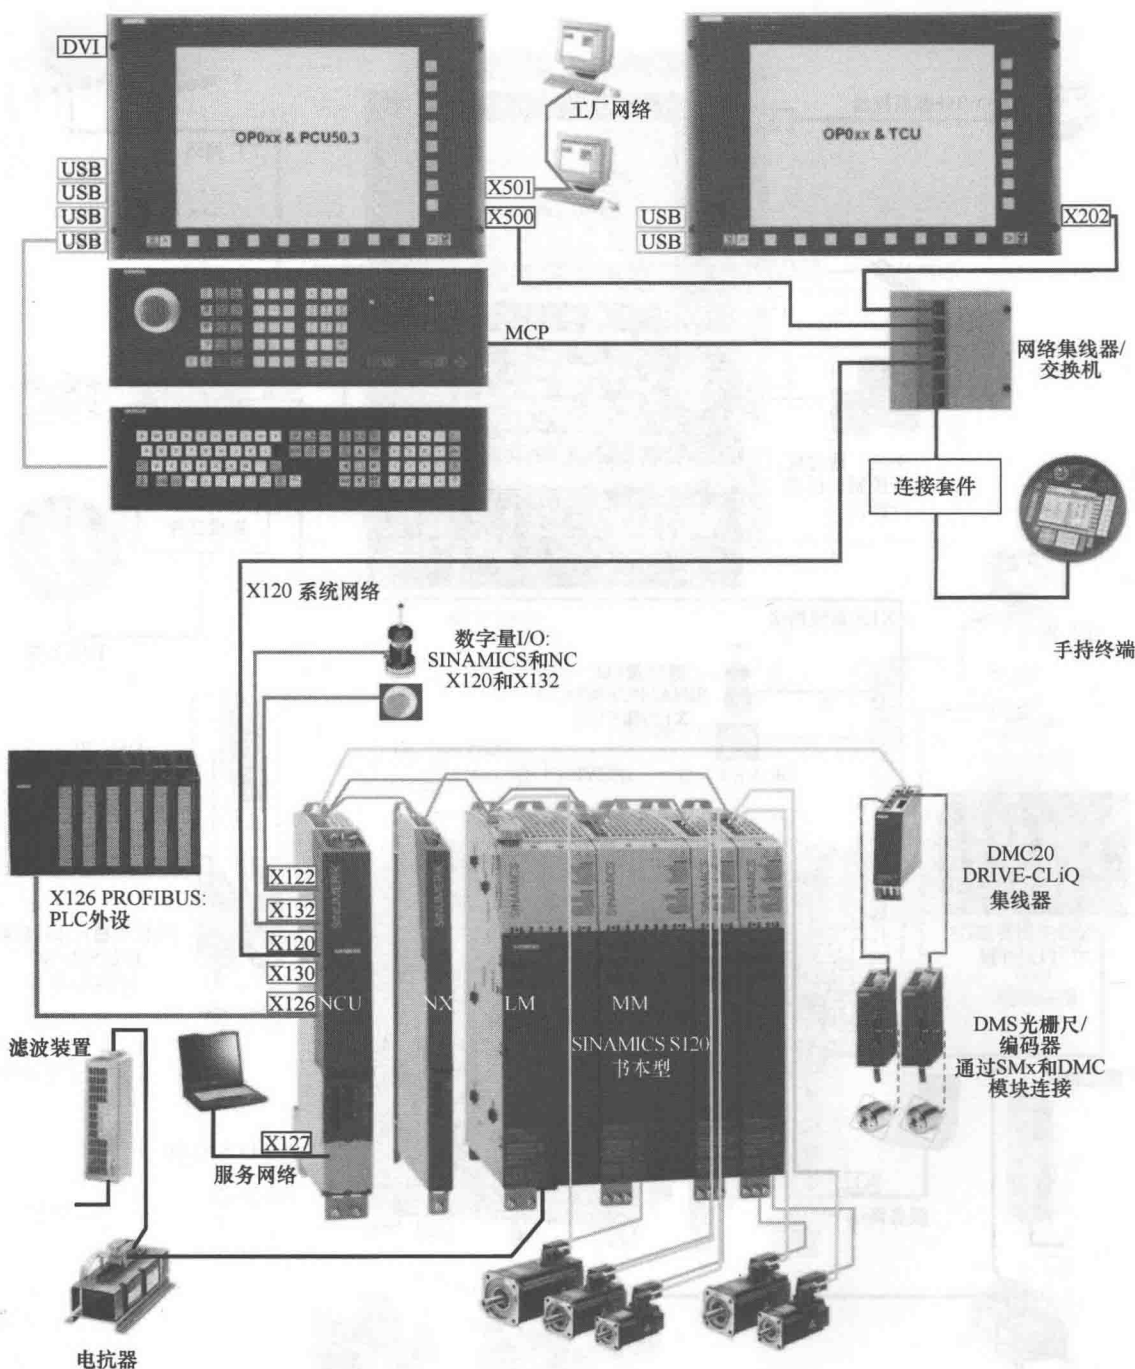

图 1-3 带 PCU50. x 和 TCU 的 SINUMERIK 840D sl 数控系统
1.3 带 PCU50. x 和 TCU 的 SINUMERIK 840D sl 数控系统各部件间的连接 (见图 1-3)